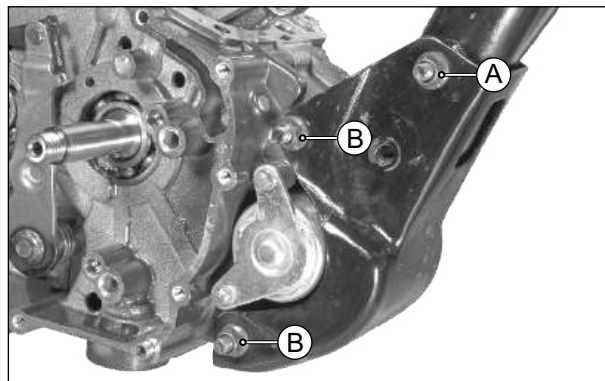

Fig. 3.120
- Remova o parafuso M8x65 (A) de fixação do suporte do motor com o chassi. (Fig. 3.120)
- Remova os parafusos M8x80 (B) de fixação do motor no suporte (Fig. 3.120)